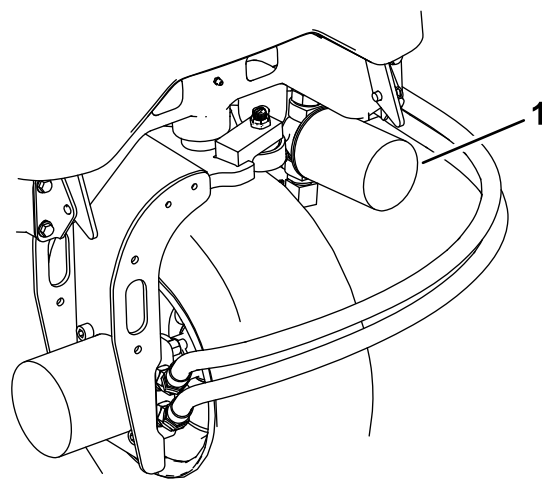
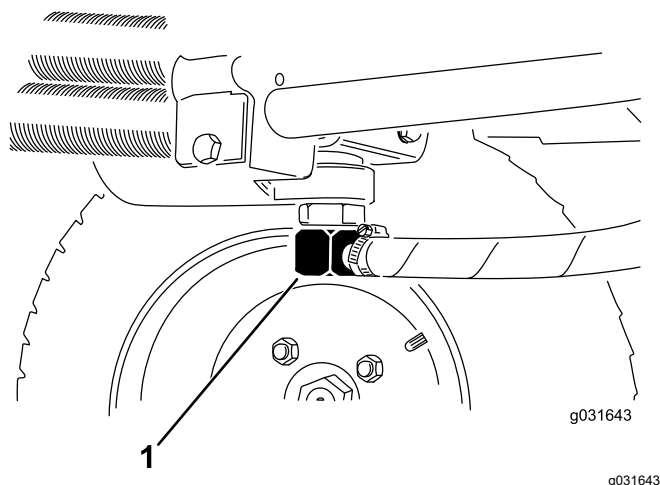

Figure 64
Figure 65
3. Nettoyez la surface autour de la zone de montage du filtre et déposez le filtre (Figure 64).
2. Débranchez la conduite hydraulique ou enlevez le filtre hydraulique et laissez couler l'huile dans un bac de vidange (Figure 64 et Figure 65).
3. Rebranchez la conduite hydraulique quand la vidange est terminée (Figure 65).